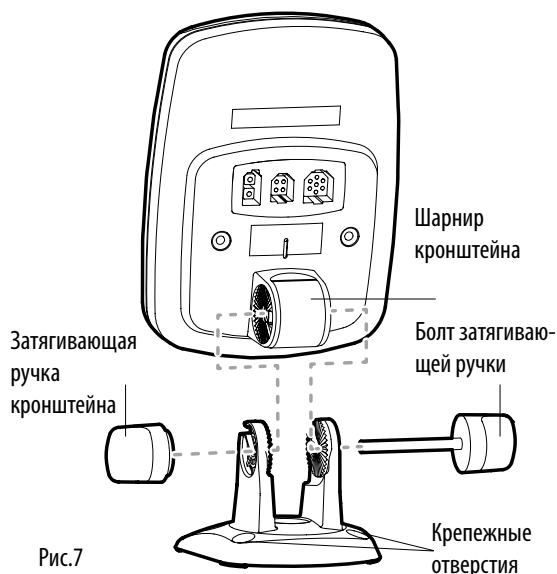

Рис.7
4. Вставьте болт затягивающей ручки в шарнир кронштейна на контрольной головной панели (рисунок 7).